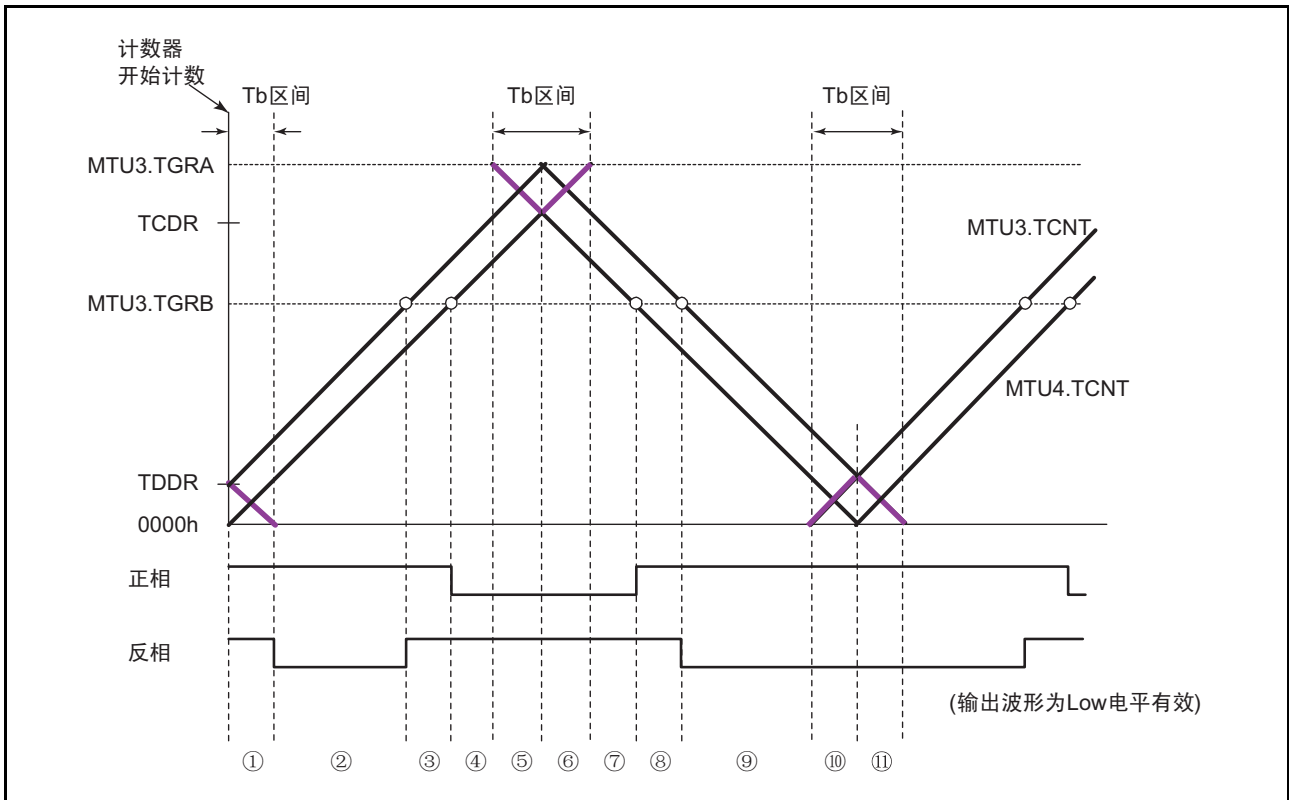
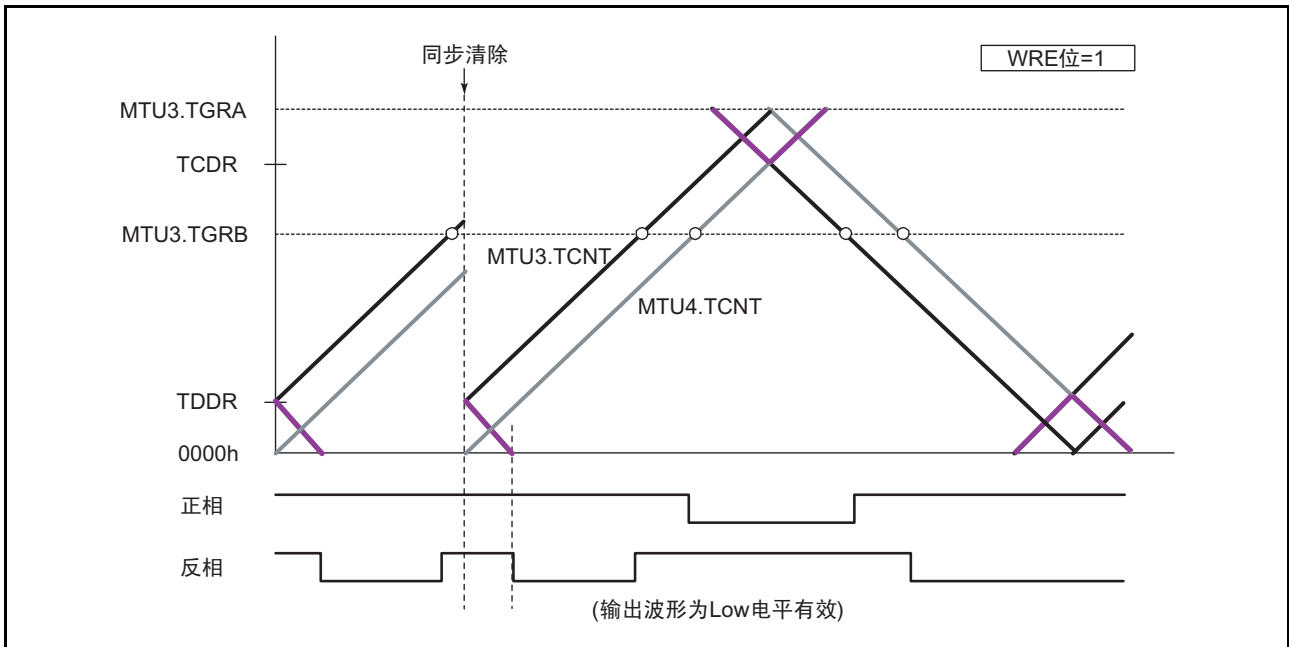
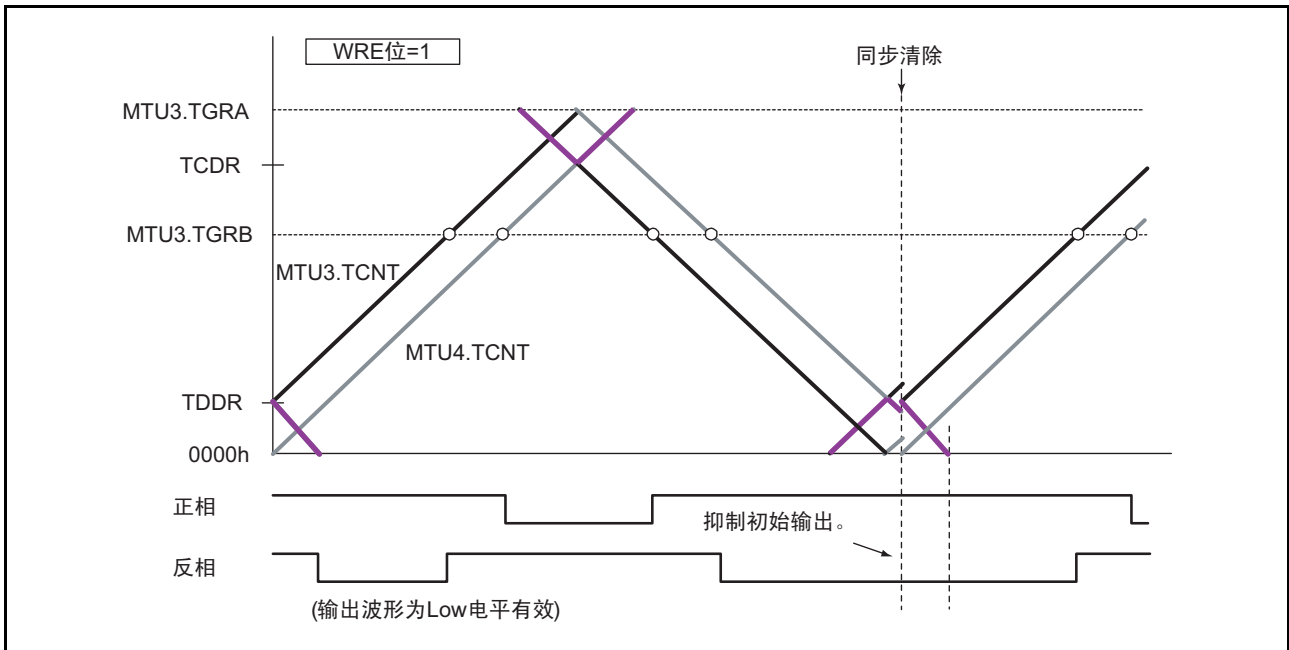

图 18.57 同步计数器的清除时序 (单元 0)
图 18.59 在递增计数过程中的死区时间发生同步清除的情况 (图 18.57 的时序③、MTU 的 TWCR 寄存器的 WRE 位 =1) (单元 0)
图 18.62 在波谷 Tb 区间发生同步清除的情况
只有在如图 18.57 的⑩、⑪ 的波谷 Tb 区间进行同步清除时，才能通过将 WRE 位置“1”来抑止初始输出。如果在其他时序中发生同步清除，就输出 TOCR 寄存器的 OLS 位设定的初始值。即使在波谷的 Tb 区间，如果在图 18.57 的①所示的计数器开始计数后的初始输出期间发生同步清除，也不抑止初始输出。
在将 TWCR.WRE 位置“1”的状态下使 MTU 进行互补 PWM 运行并且进行同步计数器清除时的运行例子如图 18.59 ~ 图 18.62 所示。在此，图 18.59 ~ 图 18.62 的同步计数器清除时序分别是图 18.57 的③、⑥、⑧、⑩所示的时序。
(图 18.57 的时序⑥、MTU 的 TWCR 寄存器的 WRE 位 =1) (单元 0)
(图 18.57 的时序⑧、TWCR 寄存器的 WRE 位 =1) (单元 0)
(图 18.57 的时序 ⑪、TWCR 寄存器的 WRE 位 =1) (单元 0)